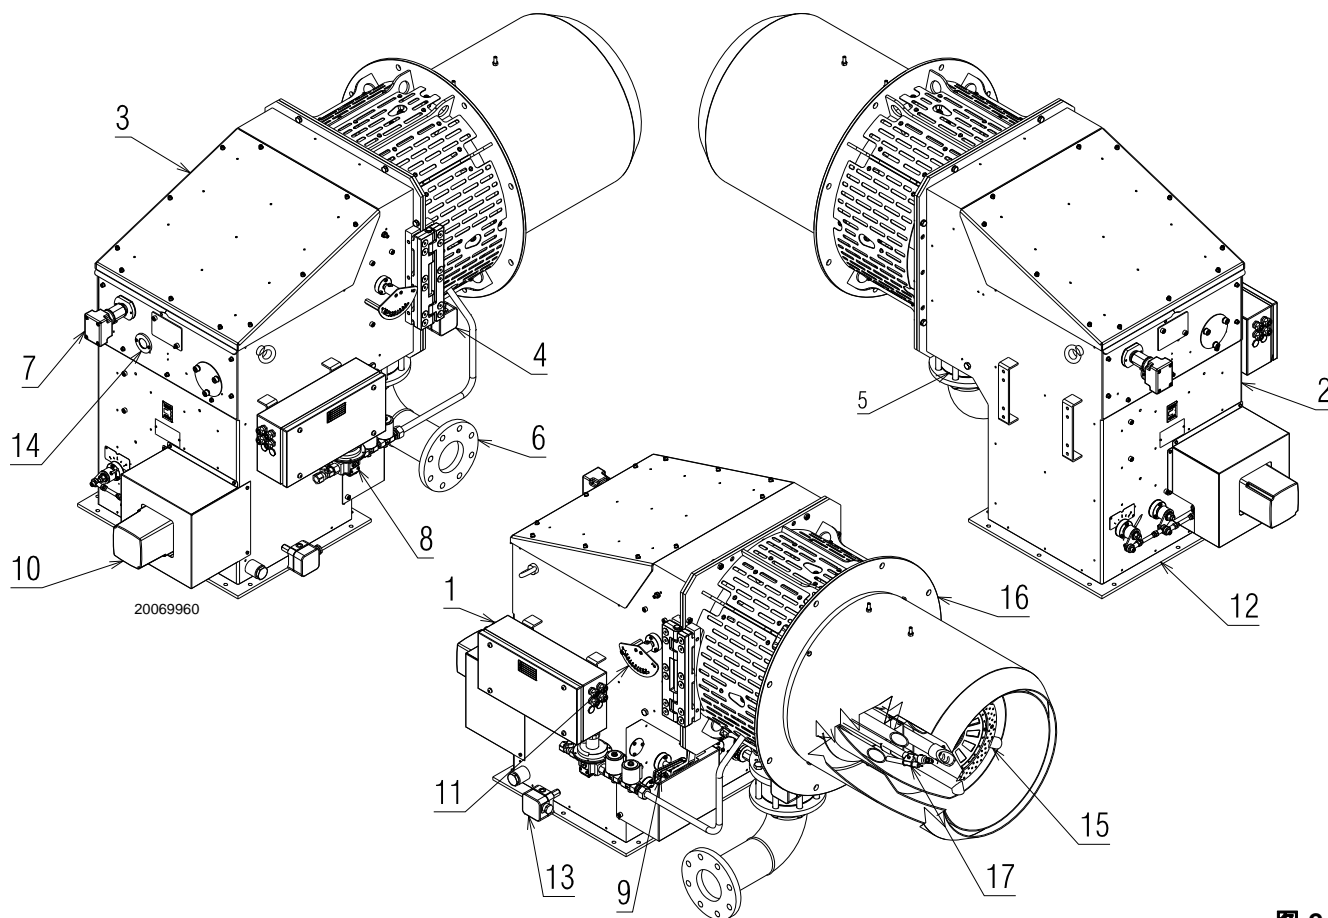

图 2
燃烧器通过燃气蝶阀上的法兰 (6)(图 2) 连接到燃气阀组。